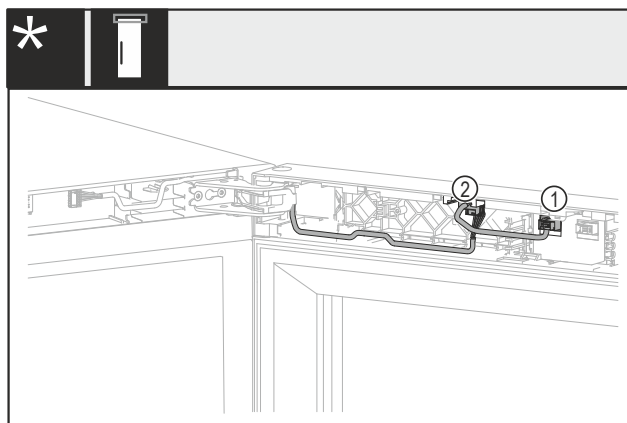

Fig. 18 Bez slēdzenes vai ar mehānisku slēdzeni*
- Izvelciet spraudni Fig. 18 (1)*
- Izvelciet spraudni Fig. 18 (2)*